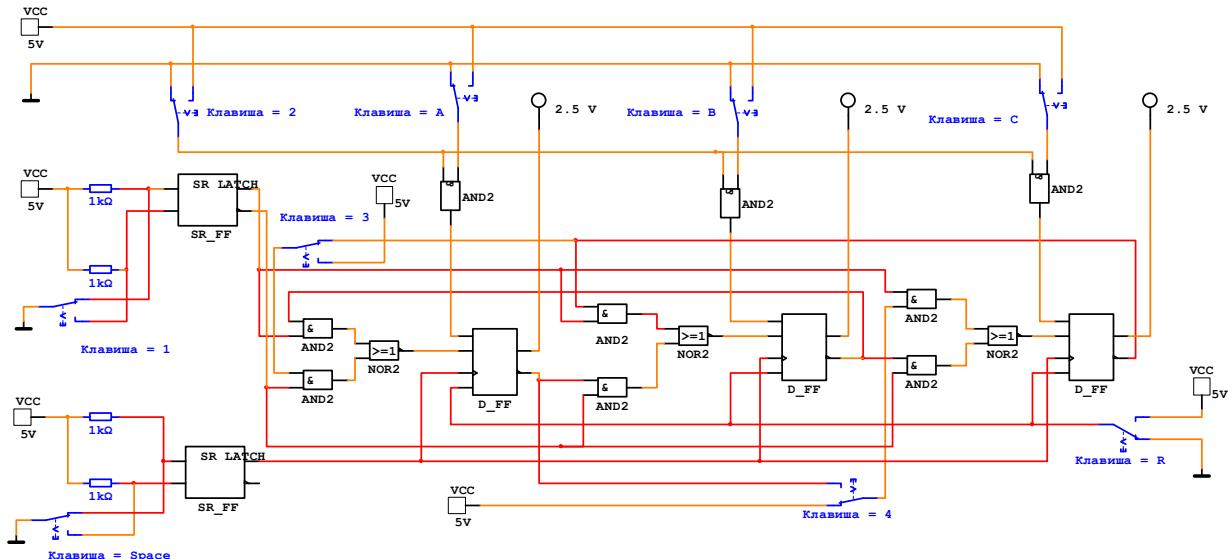

Рис. 12.3
12.2.6. Соберите схему универсального регистра сдвига, изображенную на рис. 12.3. Переключатели “A”, “B”, “C” служат для установки кода числа, которое можно записать в триггеры регистра (левое положение – 0, правое – 1). Для записи установленного числа нужно на короткое время перевести переключатель «2» в правое положение, а затем вернуть его обратно в левое. Переключатель «4» превращает регистр в кольцевой при сдвиге влево, «3» - при сдвиге вправо. RS –триггер, управляемый переключателем «1», служит для пе-